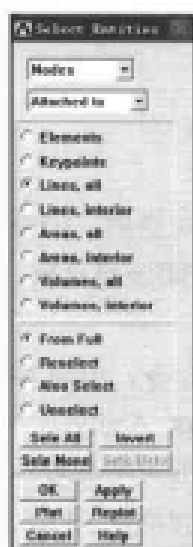

图 13-167 选择实体对话框
(3) 选择 Main Menu | Preprocessor | Meshing | Size Cntrls | ManualSize | Lines | All Lines 命令，出现 Element Sizes on All Selected Lines 对话框，在 Size Element edge length 文本框中输入 1，单击 OK 按钮关闭该对话框。
(4) 选择 Main Menu | Preprocessor | Meshing | Mesh | Areas | Free 命令，出现 Mesh Areas 对话框，单击 Pick All 按钮关闭该对话框。
(5) 选择 Utility Menu | Plot | Lines 命令，显示所有线段。
(6) 选择 Utility Menu | Select | Entities 命令，出现 Select Entities 对话框，在第 1 个下拉列表框中选择 Lines 选项，在第 2 个下拉列表框中选择 By Num/Pick 选项，在第 3 个选项组中选中 From Full 单选按钮，单击 OK 按钮，出现 Select Lines 菜单，在文本框中输入 3，单击 OK 按钮关闭该菜单。
(7) 选择 Utility Menu | Select | Entities 命令, 出现 Select Entities 对话框, 在第 1 个下拉列表框中选择 Nodes 选项, 在第 2 个下拉列表框中选择 Attached to 选项, 在第 3 个选项组中选中 Lines,all 单选按钮, 在第 4 选项组中选中 From Full 单选按钮, 如图 13-167 所示, 单击 OK 按钮关闭该对话框。